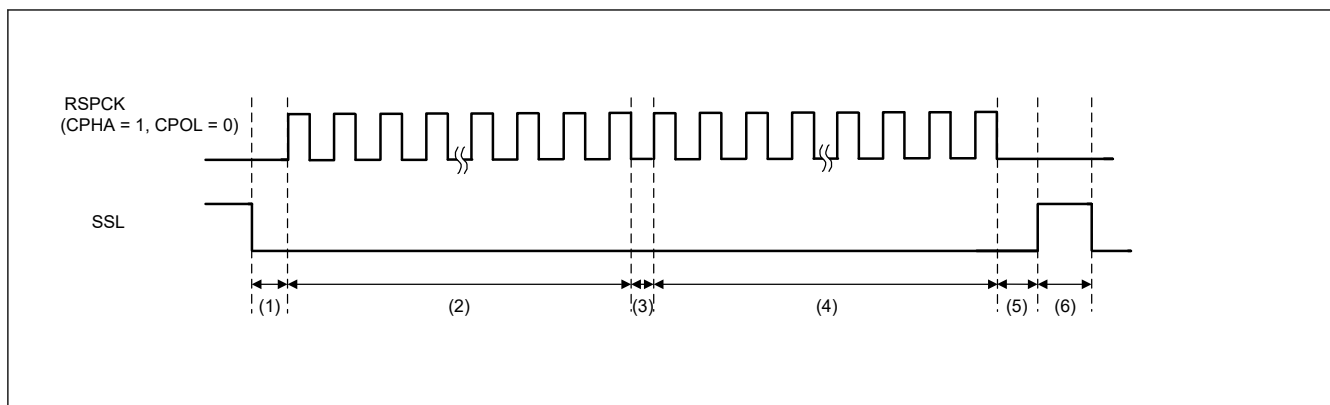

図 31.49 SSLKP ビットを利用したバースト転送の動作例 (BFDS = 1)
図 31.49 に SPCMD0 および SPCMD1 レジスタの設定値を使用してバースト転送を実現した場合の SSL 信号の動作例を示します。以下では、図 31.49 に示す (1)～(6) の SPI の動作内容について説明します。SSL 出力信号の極性は、SPI スレーブ選択極性レジスタ (SSLP) の設定値に依存します。